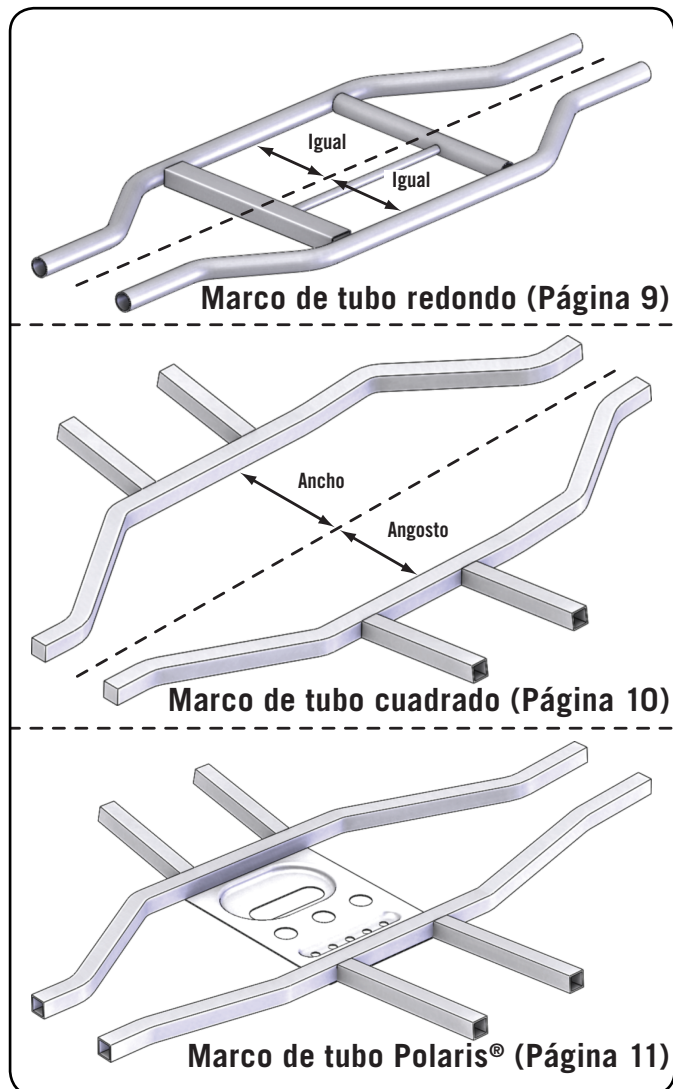

Figura 15 - Tube Frame Type
1. Asegure que cuando instale, el soporte este centrado en su maquina. Unos marcos no están perfectamente centrados como se muestra en la figura 15.